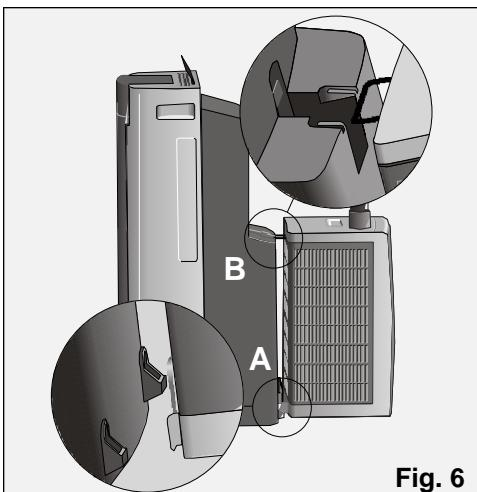

Fig. 6
- ❑ Para transportar todo o equipamento com mais facilidade, pendure a unidade exterior na unidade interior, tal como se indica na Fig. 6. Para isso deverá introduzir em primeiro lugar as saliências inferiores (A) e em segundo lugar a vareta superior (B) da unidade exterior, na unidade interior.